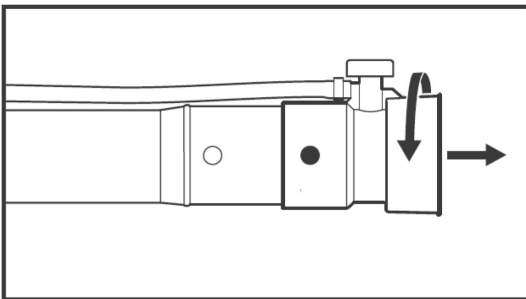

Рис. 38
- Снимите сопло с конца удлинительной трубы (рис. 38).
3. Перед работой сопло должно быть снято (рис. 38).